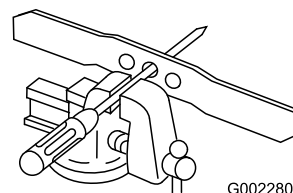

Figure 34
1. Vérifiez l'équilibre de la lame en enfilant le trou central sur un clou ou la tige d'un tournevis serré horizontalement dans un étau (Figure 34).